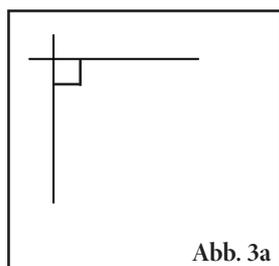
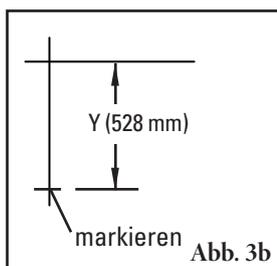
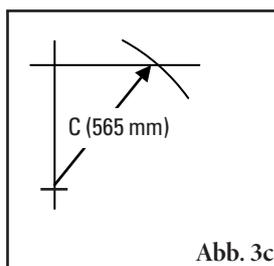

Abb. 3a
Abb. 3b
Abb. 3c
- 3. Das endgültige Maß ermitteln.** Auf einer ebenen, senkrechten Fläche mithilfe einer Wasserwaage eine horizontale und eine vertikale Linie anzeichnen, die im rechten Winkel zueinander stehen (Abb. 3a). Vom Schnittpunkt das ermittelte Y-Maß nach unten abtragen und die Position markieren (Abb. 3b) Ein Bandmaß an der geänderten Y-Markierung anlegen, dann einen Kreisbogen mit Radius C über die horizontale Linie schlagen und den Schnittpunkt markieren (Abb. 3c). Den Abstand vom ersten zum zweiten Schnittpunkt messen. Dies ist das neue X-Maß (Abb. 3d).